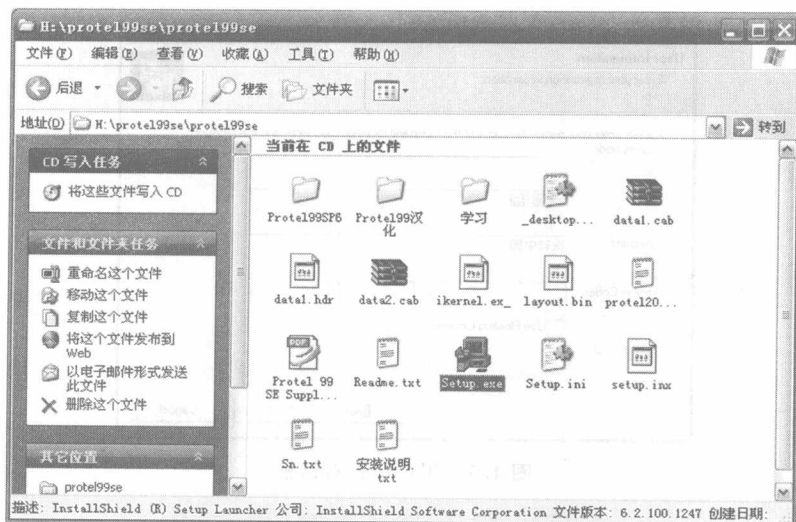
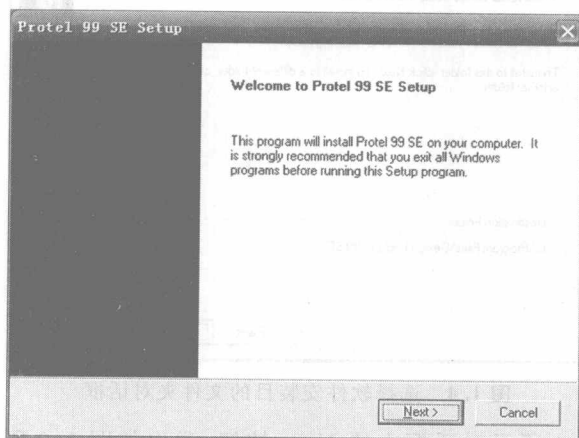

图 1.1 Protel 99 SE 软件的安装文件
图 1.2 Protel 99 SE 软件安装启动画面
(1) 在安装光盘或磁盘中找到可执行文件 Setup.exe,如图 1.1 所示,双击该文件,便启动了软件的安装,启动后首先弹出的是欢迎对话框,如图 1.2 所示。欢迎对话框提示用户系统将开始安装 Protel 99 SE,并建议用户在软件安装前退出所有正在运行的其他应用程序。